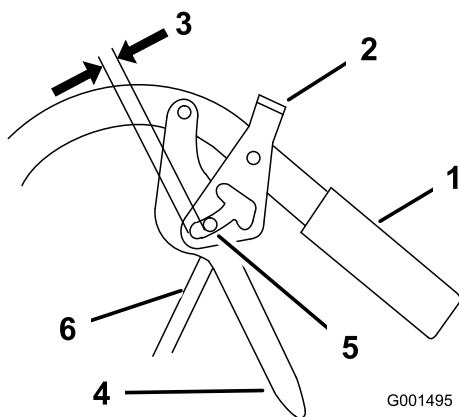

Figura 51
4. Ajuste la longitud de la varilla de control enroscando la varilla en el acoplamiento o desenroscándola, hasta que quede una holgura de 5 mm a 6 mm (3/16" a 1/4") entre la varilla de control y la parte inferior del mecanismo de bloqueo de punto muerto/freno de estacionamiento (Figura 51).
Sujete la varilla de control con un pasador de horquilla y un pasador de seguridad (Figura 51).